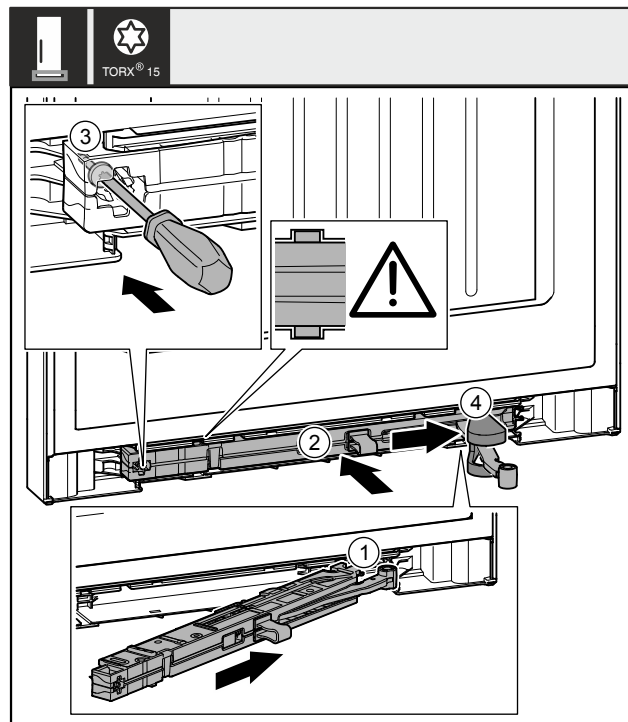

Fig. 49
- Inserire in diagonale l'unità dell'ammortizzatore di chiusura Fig. 49 (1) nel vano sul lato del blocco di supporto fino a battuta.
- Inserire completamente nel vano l'unità dell'ammortizzatore di chiusura Fig. 49 (2).
- Stringere la vite Fig. 49 (3) con un cacciavite.
- Spostare la copertura Fig. 49 (4) sul giunto.